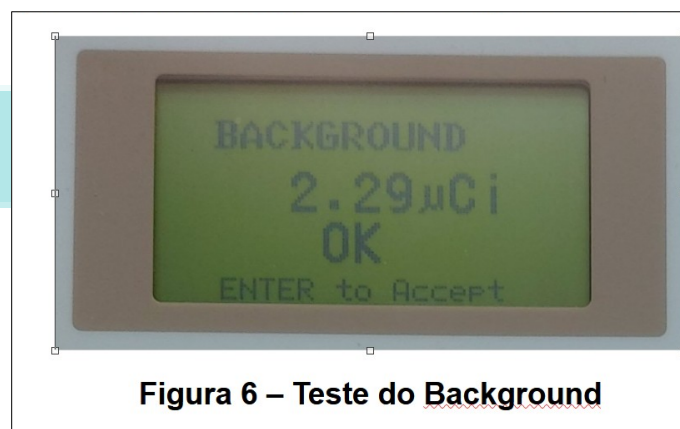

Figura 6 – Teste do Background
10. Pressionar a tecla ENTER para iniciar o teste de BACKGROUND, aguardar pelo resultado e exibição da palavra OK, conforme Figura 6. Anotar na planilha;